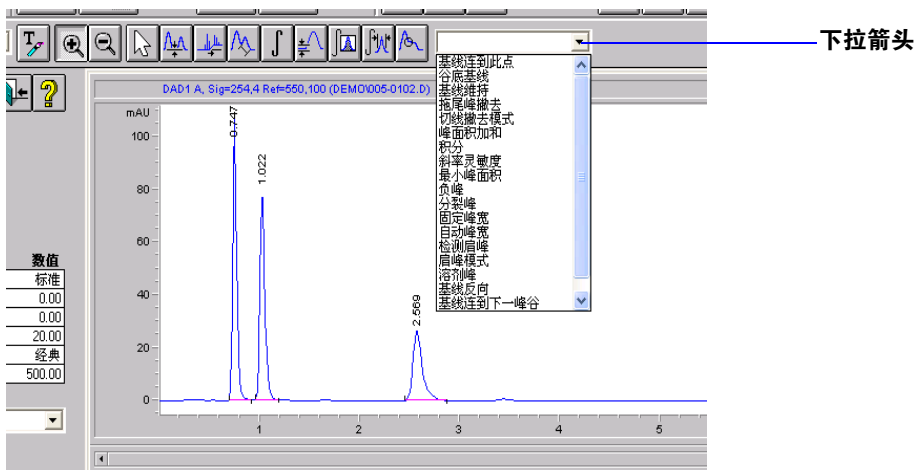

图 6 显示积分事件列表
- 1 在工具栏中，单击下拉箭头以显示积分事件列表（请参见图 6）。